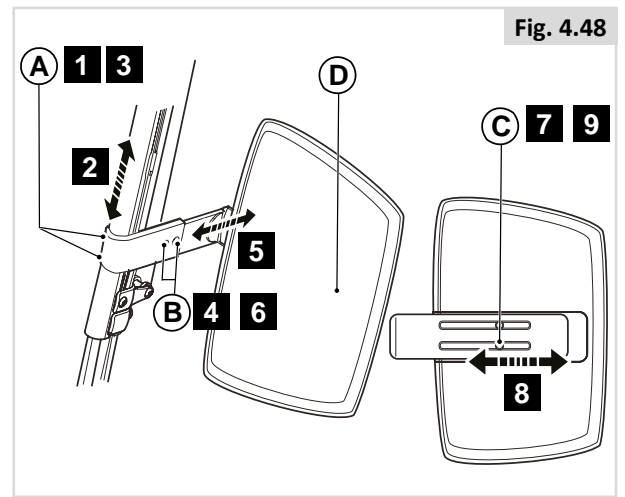

Fig. 4.48
**Hauteur de l'appui-mollet (Fig. 4.48)**
1. Desserrez (A) de quelques tours.
2. Réglez (D) à la position désirée.
3. Resserrez (A).
**Profondeur de l'appui-mollet (Fig. 4.48)**
4. Desserrez (B) de quelques tours.
5. Réglez (D) à la position désirée.
6. Resserrez (B).
**Largeur de l'appui-mollet (Fig. 4.48)**
7. Desserrez (C) au dos de (D) de quelques tours.
8. Réglez (D) à la position désirée.
9. Resserrez (C).